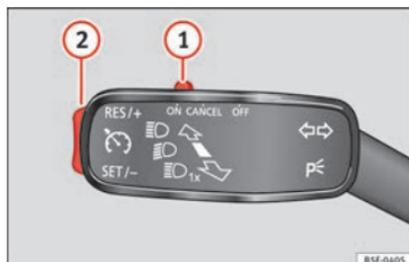

Fig. 39 À gauche de la colonne de direction : contacteur et commandes d'utilisation du GRA.
- Connecter le GRA : déplacez le contacteur » fig. 39 ① sur **ON**. Le système s'allume. Étant donné qu'aucune vitesse n'a été programmée, le système ne règle pas la vitesse.
- Activer le GRA : appuyez sur le bouton » fig. 39 ② dans la zone **SET/-**. La vitesse fixée est alors mémorisée et maintenue.
- Déconnecter le GRA temporairement : déplacez le contacteur » fig. 39 ① sur **CANCEL** ou appuyez sur la pédale de frein. Le réglage est désactivé temporairement.
- Reconnecter le GRA : appuyez sur le bouton » fig. 39 ② sur **RES/+**. La vitesse mémorisée sera de nouveau enregistrée et réglée.
- Augmenter la vitesse programmée pendant le réglage du GRA: appuyez sur le bouton ② sur **RES/+**. Le véhicule accélère jusqu'à la nouvelle vitesse enregistrée.
- Réduire la vitesse programmée pendant le réglage du GRA: appuyez sur le bouton ② sur **SET/-** pour réduire 1 km/h (1 mph). La vi-
- Déconnexion du GRA: déplacez le contacteur » fig. 39 ① sur **OFF**. La vitesse mémorisée est effacée et le système est déconnecté.